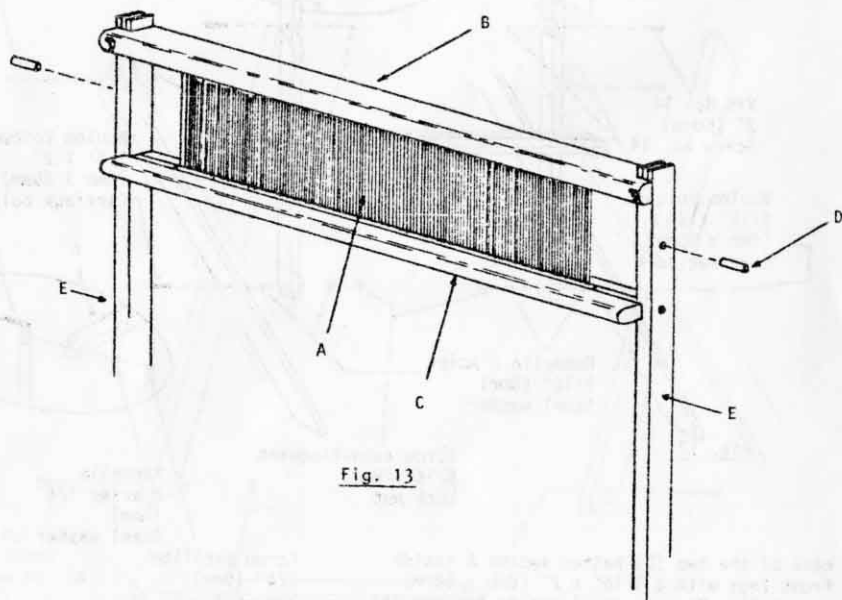

Fig. 13
Placer le ros A entre le chapeau B et la semelle C et rabaisser le chapeau de façon que le ros soit bien retenu (Fig. 13) puis, serrer fermement les écrous papillon. A l'aide d'un marteau, insérer un arrêt de battant D (douille de bois) sur chacune des deux (2) épées E (Fig. 13).
Place the reed A between the batten handtree B and the batten sley C, and lower the batten handtree to firmly hold the reed (Fig. 13); then tighten the wing nuts firmly. Using a hammer, insert a batten stopper D (round piece of wood) into each of the two (2) swords E (Fig. 13).